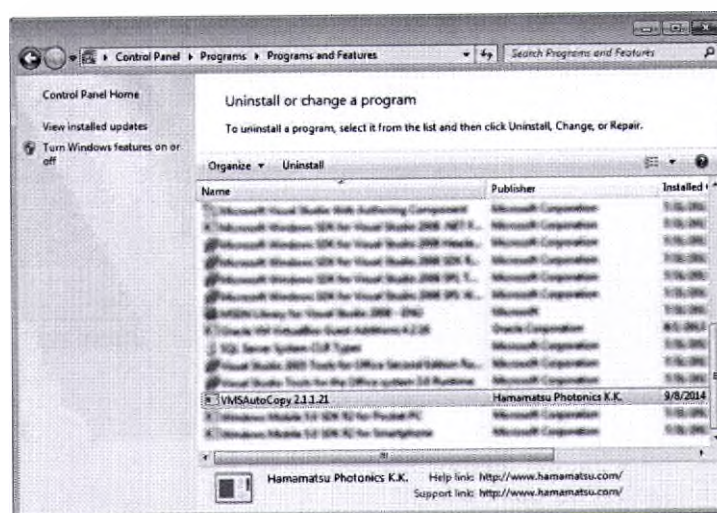

Рисунок 7
(2) Выберите элемент Uninstall a program (Удалить программу). На экране появится следующее окно (Рисунок 7). Прокрутив список, найдите программу VMSAutoCopy и щелкните на этой строке левой кнопкой мыши, чтобы выделить ее, как показано на следующем рисунке. После этого щелкните на значке удаления (Uninstall), и когда система попросит подтвердить операцию удаления программы, нажмите кнопку [Yes] (Да). После этого Мастер установки удалит программу VMSAutoCopy с вашего компьютера.